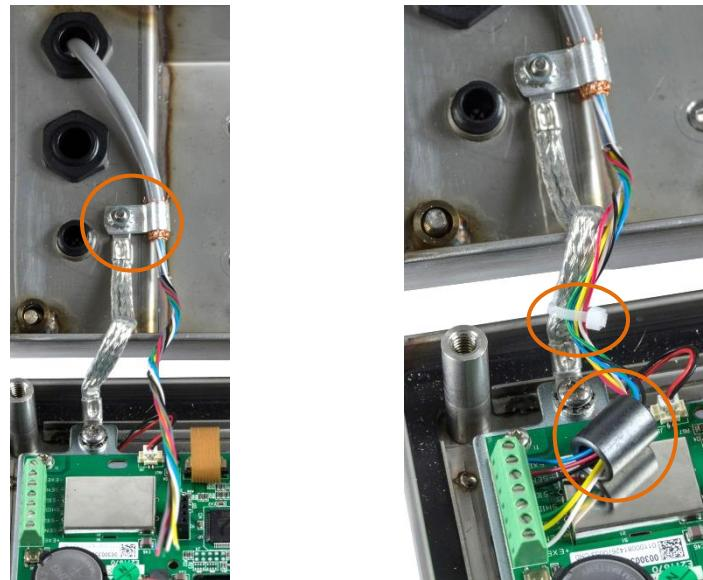

Abbildung 2-32: Ferritperleninstallation und Gehäuseerdung des analogen Wägezellenkabels, IND236
5. Verbinden Sie die Erdungsklemme mit der Befestigungsschraube der Gehäuseverbindung mit dem Gehäuse wie in Abbildung 2-32 (links).